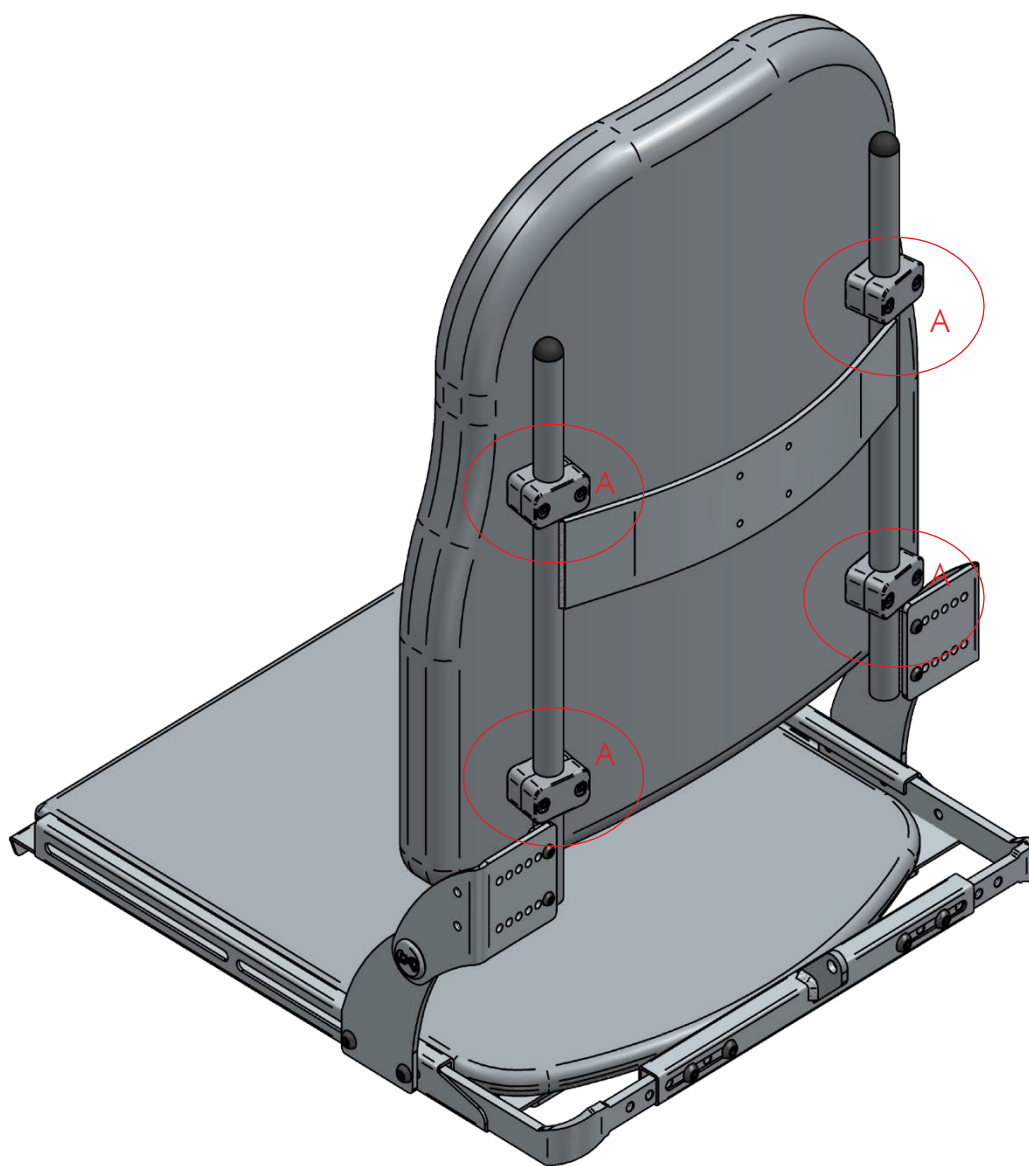

Figure 2
1. Desserrez les 4x2 vis (fig. 2 – pos. A) sur le coussin du dossier.
3. Serrez les 4x2 vis (fig. 2 – pos. A) au dossier.